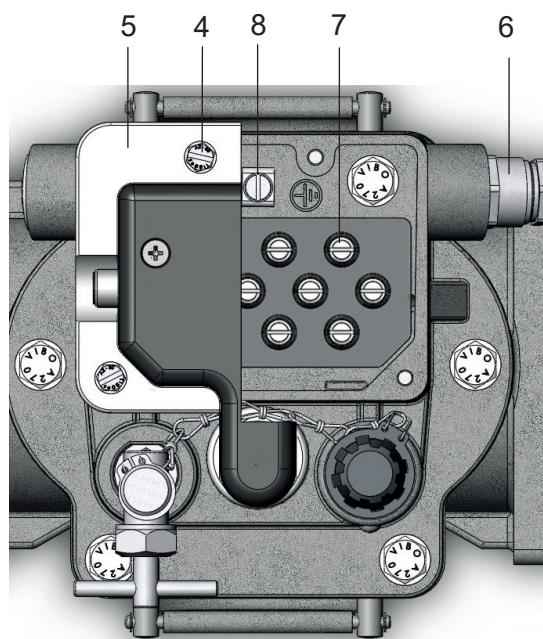

Bild 7 - Elektrischer Anschluss bei mehr als 8 Durchführungen
- Max. Anzugsmoment 1,5 Nm für Klemmenbolzen bei mehr als 8 Durchführungen (Bild 7)